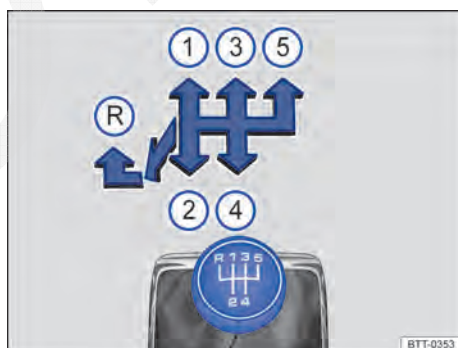
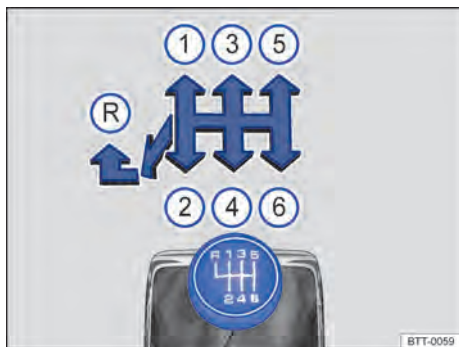

Fig. 124 Esquema de troca de marchas da transmissão manual de 5 marchas.
Fig. 125 Esquema de troca de marchas da transmissão manual de 6 marchas.
As posições de cada marcha estão representadas na alavanca de troca de marcha → Fig. 124 ou → Fig. 125.
- Empurrar a alavanca de troca de marcha totalmente para a esquerda e depois para frente até a posição de marcha a ré → Fig. 124 (R) ou → Fig. 125 (R).